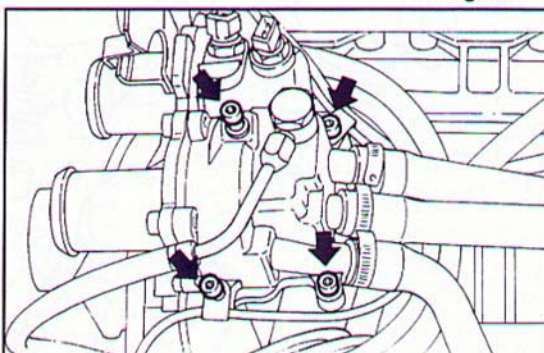

Fig. 55 ▼
- svitare le quattro viti di fissaggio corpo termostato liquido refrigerante (Fig. 55).
- unscrew the four coolant thermostat body screws (Fig. 55).